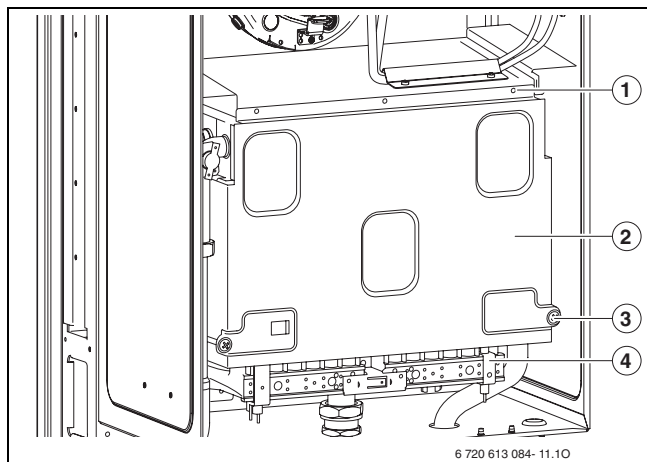

Рис. 56 Відкрити пальник
- ▶ Зняти передню стінку камери згоряння та пальник (→ рис. 56).